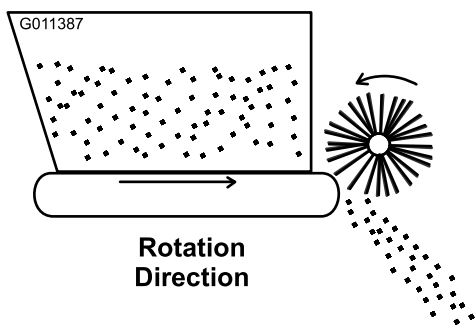

図 19
3. 車両のリモート油圧装置のレバーをRUN位置にセットする。ベルトとブラシが図 19のように動作すればよい。